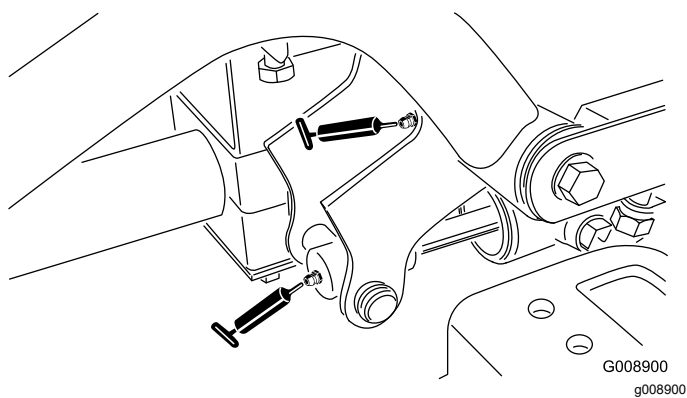

Рисунок 38
- Два правых передних шарнира подъемного рычага и подъемного цилиндра (**Рисунок 38**)